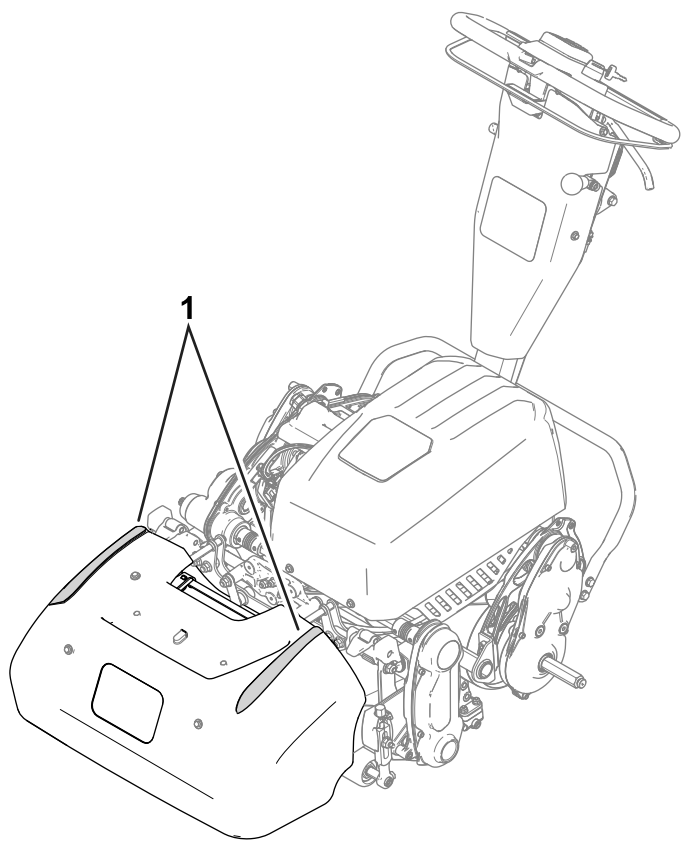

图 17
- 为帮助剪草机保持在果岭上的直线操作且和上一道剪草边缘的距离保持均衡应使用集草斗上的对准条 图 17。